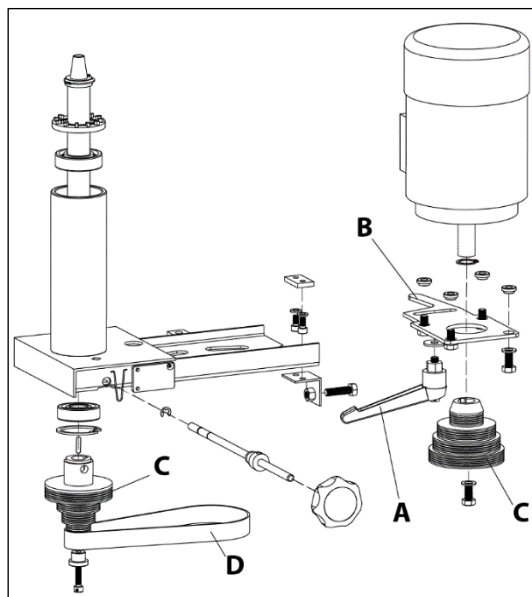

Рисунок 15.
- Ослабьте ручку фиксатора **A** (рис.15).